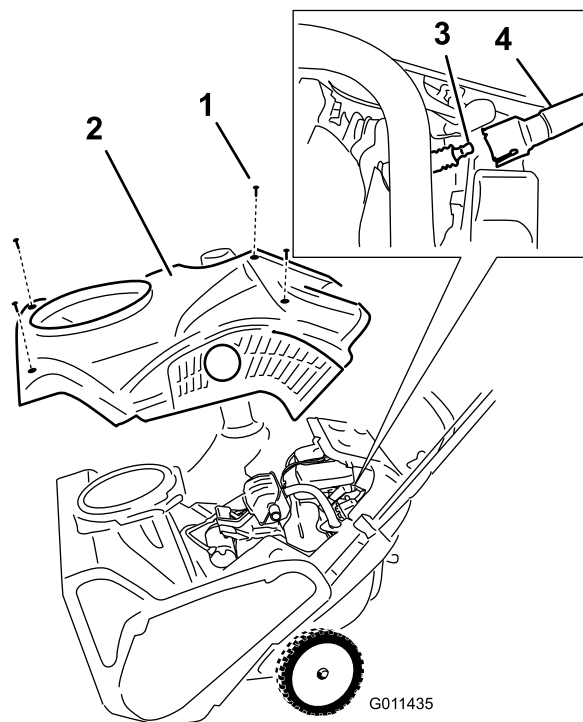

Figure 33
4. Enlevez les 4 vis de fixation du carénage (Figure 33).
6. Enlevez le carénage (Figure 33).